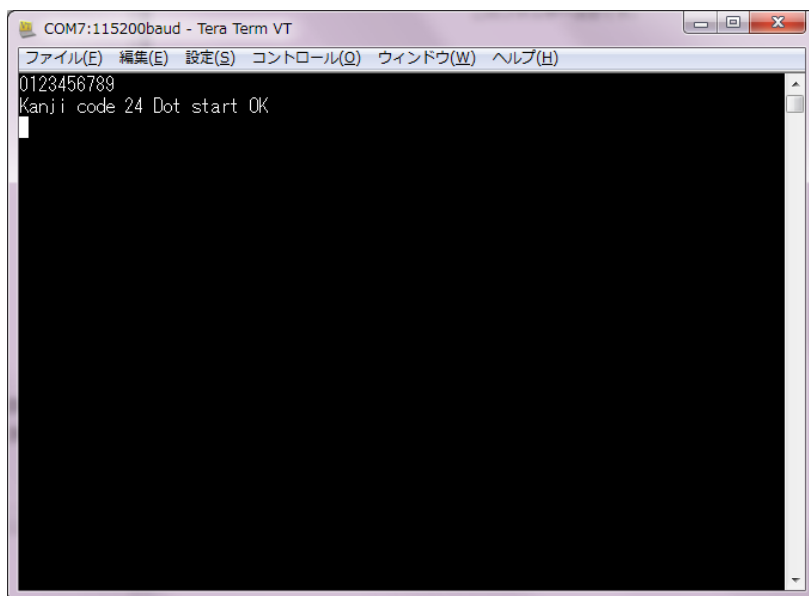

図 5-1
- (1) 最初に、スタータキットに添付されている CD-ROM の中にあります、24 ドットフォントデータファイル `font24g.bin` を、USB メモリのルートディレクトリにコピーしてください。24 ドットフォントデータファイル `font24g.bin` には、12×24 ドット半角フォントデータ（半角カナも含まれます。）と 24×24 ドット全角フォントデータ（JIS 第一、第二水準）をが含まれています。これらのフォントデータはゴチック体です。
- (2) USB メモリを USB 用コネクタ CN5 に差し込んでください。
- (3) LCDC ボードの電源を入れ、「4. 動作確認方法」で説明した通信ソフトを起動してください。
- (4) 図 5-1 の様に”0123456789”と文字を入力した後、リターンキーを押して文字を送信してください。LCDC ボードから”Kanji code 24 Dot start OK”という文字列が返送され、通信ソフトの画面上に表示されます。